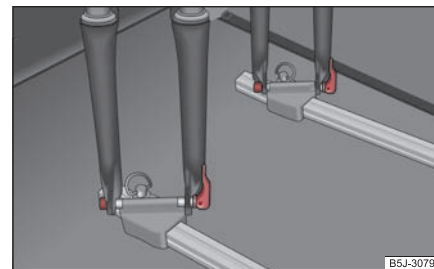

Fig. 94 Așezarea bicicletei
- Așezați furca bicicletei pe axul de fixare și strângeți cu întinzătorul rapid ⇒ pagina 77, fig. 94.